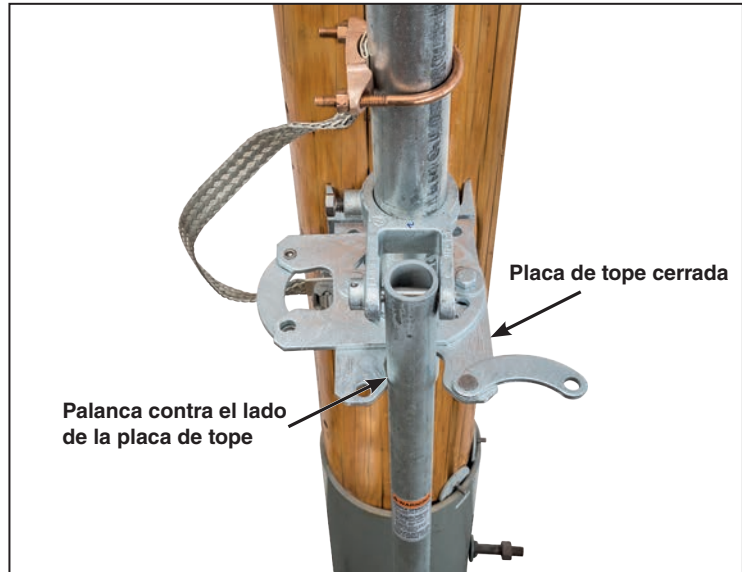
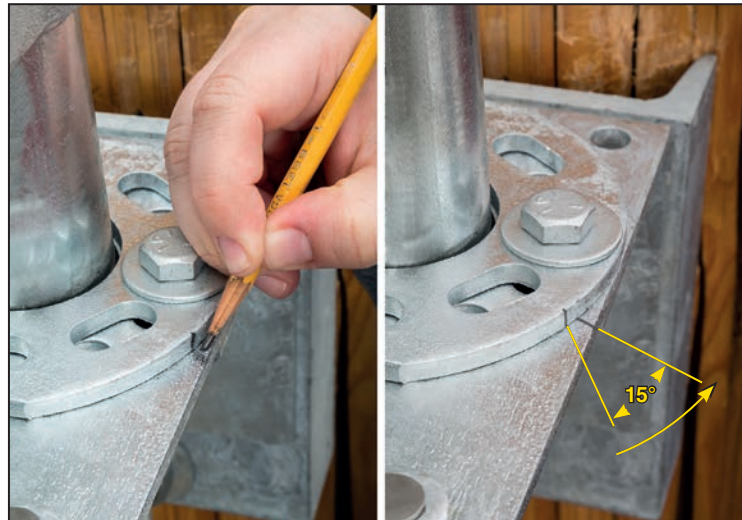

Figura 36. Ajuste de la placa de tope en la posición Cerrado.
Figura 37. Apriete los tornillos asegurando las placas de tope a la placa de soporte.
- (b) Los orificios de la placa de tope están ranurados para permitir un espacio para el ajuste. Posicione la palanca de operación en la placa de tope y gire la palanca de operación tanto como se pueda hasta la posición **Cerrado**. (En la dirección contraria a las manecillas del reloj es estándar en los interruptores que utilizan el mecanismo rotativo de operación). La palanca deberá estar apretada contra la orilla de la placa de tope. Ver Figura 36. Marque la posición de la placa de tope cerrada. Ver Figura 37 (a la izquierda).
- (c) Levante la palanca y colóquela fuera del camino y gire la placa de tope cerrada 15 grados adicionales en la dirección contraria a las manecillas del reloj de la marca. Ver Figura 37 (derecha). Asegúrese de que la placa de tope abierta esté alineada con la marca realizada previamente en el paso 35. Apriete la placa de tope a 40 pies libras.